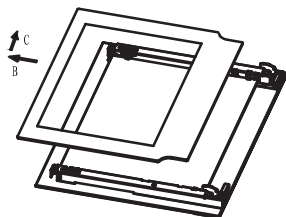

Рис. 2.
2. Медленно выньте внутреннее стекло (Рис.2)